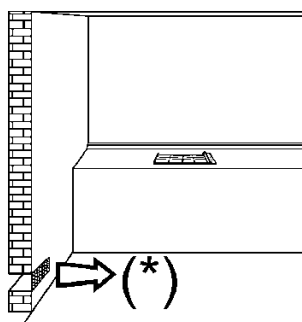
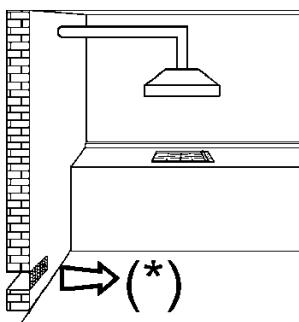
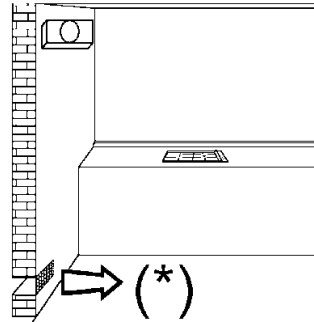

Рис. 3
Рис. 4
Рис. 5
- Під час згоряння газу виділяється тепло і вологість. Тому в приміщенні необхідно забезпечити хорошу циркуляцію повітря, не загороджувати отвори для природної вентиляції (рис. 3) і ввімкнути витяжку (витяжний ковпак або електричний вентилятор, рис. 4 і 5).
Для правильного функціонування приладу необхідно, щоб приміщення, де він встановлюється, постійно вентильовалося. Кількість повітря має бути достатньою для нормального спалювання газу та вентиляції приміщення об'ємом 20 м³. Природне надходження повітря має відбуватися безпосередньо через вентиляційні отвори в стіні, що виходять назовні та мають переріз не менше 100 см² (див. рис. 3). Ці отвори мають бути розташовані таким чином, щоб доступ повітря до них завжди залишався відкритим. Використання приладу для приготування їжі на газі призводить до підвищення температури і вологості в приміщенні. Тому в приміщенні кухні має бути хороша вентиляція, для цього необхідно тримати відкритими природні вентиляційні отвори або має бути встановлений механічний вентиляційний пристрій.
Продукти згоряння, що утворюються під час готування на газових плитах, потрібно обов'язково видаляти за допомогою витяжок, з'єднаних із вентиляційними трубопроводами, димоходами або з отворами, що виходять назовні (див. рис. 4). Якщо немає можливості використовувати витяжку, допускається використання вентилятора, встановлюваного на вікні або на стіні, яка виходить на вулицю, який має вмикатися одночасно з приладом (див. рис. 5), водночас обов'язково мають дотримуватися норми вентиляції приміщень.